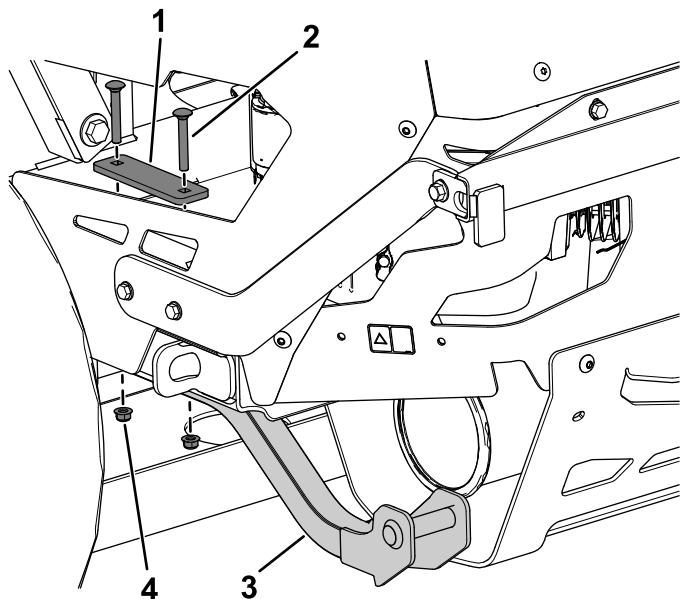

**Figura 13**
3. Sujete provisionalmente la escuadra superior izquierda al protector trasero izquierdo y al soporte superior usando 2 pernos de cabeza hexagonal (5/16" x 3 1/4"), 2 arandelas planas, 2 tuercas con arandela prensada (5/16"), 1 perno con arandela prensada (3/8" x 1 1/4") y 1 contratuerca (3/8"), como se muestra en la Figura 13.